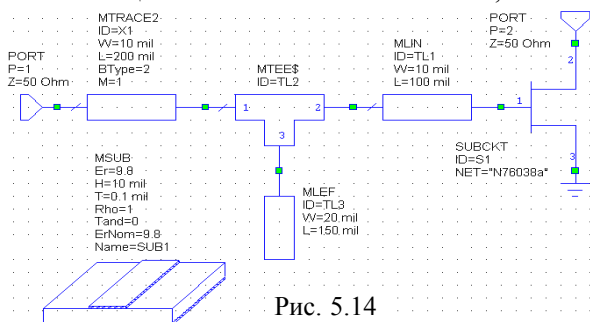

Рис. 5.14
- Щёлкните левой кнопкой мышки по значку **Port** на панели инструментов, переместите курсор в окно схемы, поместите порт на левом узле элемента **MTRACE**, как показано на рис. 5.14 и щёлкните левой кнопкой мышки, чтобы зафиксировать.
- Чтобы закончить схему, щёлкните левой кнопкой мышки по значку **Ground** на панели инструментов, переместите курсор в окно схемы, поместите землю на узле 3 элемента **SUBCKT** и щёлкните левой кнопкой мышки, чтобы зафиксировать (Рис. 5.14).